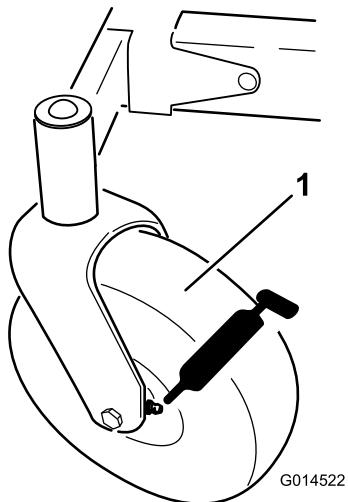
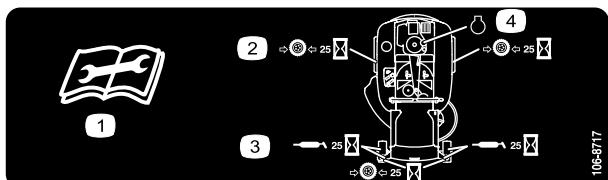

Figura 32
Figura 33
3. Pulite i raccordi d'ingrassaggio (Figura 32 e Figura 33) con un panno.
4. Collegate un ingassatore a pressione a ciascun ingassatore (Figura 32 e Figura 33).